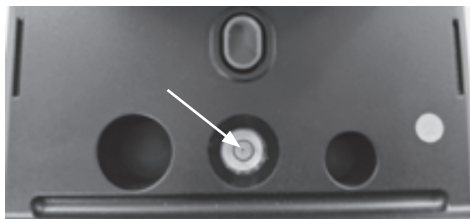

Bild 3
Stellen Sie die Nivellierfüße an der Vorderseite der MatchMaster so ein, dass die Blase im Sichtfenster zentriert ist (Bild 3). *Tipps: Drehen Sie den Fuß im Uhrzeigersinn, um ihn anzuheben. Drehen Sie den Fuß gegen den Uhrzeigersinn, um ihn abzusenken. Drehen Sie beide Füße im Uhrzeigersinn, um die Blase nach vorne zu bewegen. Drehen Sie beide Füße gegen den Uhrzeigersinn, um die Blase nach hinten zu bewegen.*
4. Wenn das Display C 20 anzeigt, legen Sie ein 20-Gramm-Gewicht auf den Teller und wenn „Stable“ (Stabil) angezeigt wird, drücken Sie die Taste **[CAL]** (KALIBRIEREN). Siehe Abb. 3.